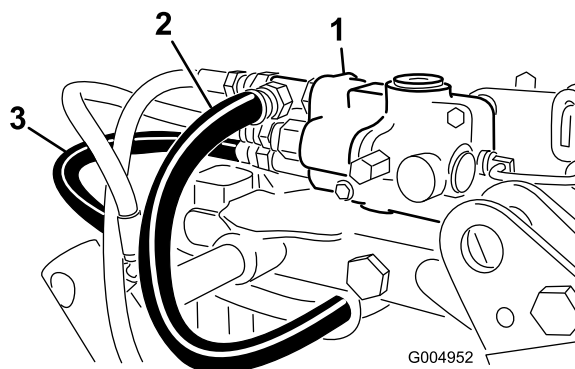

Figura 91
35. Enrute las mangueras de presión hidráulica y las mangueras del depósito hasta la válvula y conéctelas (Figura 91).